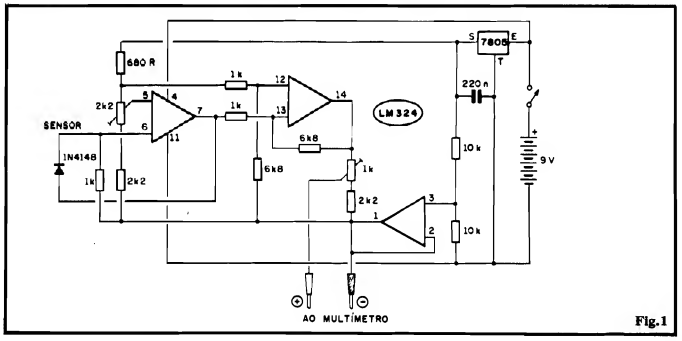

Fig.1
- FIG. 1 - O CIRCUITO - Os Leitores/Hobbistas assíduos já sabem que um mero diodinho de silício, desses de uso geral, tipo 1N4148, pode ser efetivamente usado como sensível e razoavelmente linear "medidor" de Temperatura, uma vez que a diferença de potencial ("voltagem") que se determina através da sua junção semicondutora PN é sempre proporcional, linearmente em boa faixa, à Temperatura ambiente... Essa manifestação ou comportamento, contudo, ocorre na casa dos milésimos de volt. Assim, com o auxílio de uma boa dose de amplificação linear (um Integrado, contendo Amplificadores Operacionais, é uma "mão na roda" pra isso...) podemos transformar aquela variação milivoltagem numa excursão bem mais ampla, facilmente "enxergável" pela entrada de um multímetro digital convencional, desde que esteja chaveado para trabalhar como Voltímetro, em fundo de escala tão próximo possível de 1V (pode ser usada a faixa de 2 VCC, presente na grande maioria dos multímetros digitais...). Tecnicamente, no circuito, o bloco de Entrada é formado pelo Amp.Op. delimitado pelos pinos 5-6-7 (1/4 de LM324), cuja Entrada Não Inversora (pino 5) recebe uma